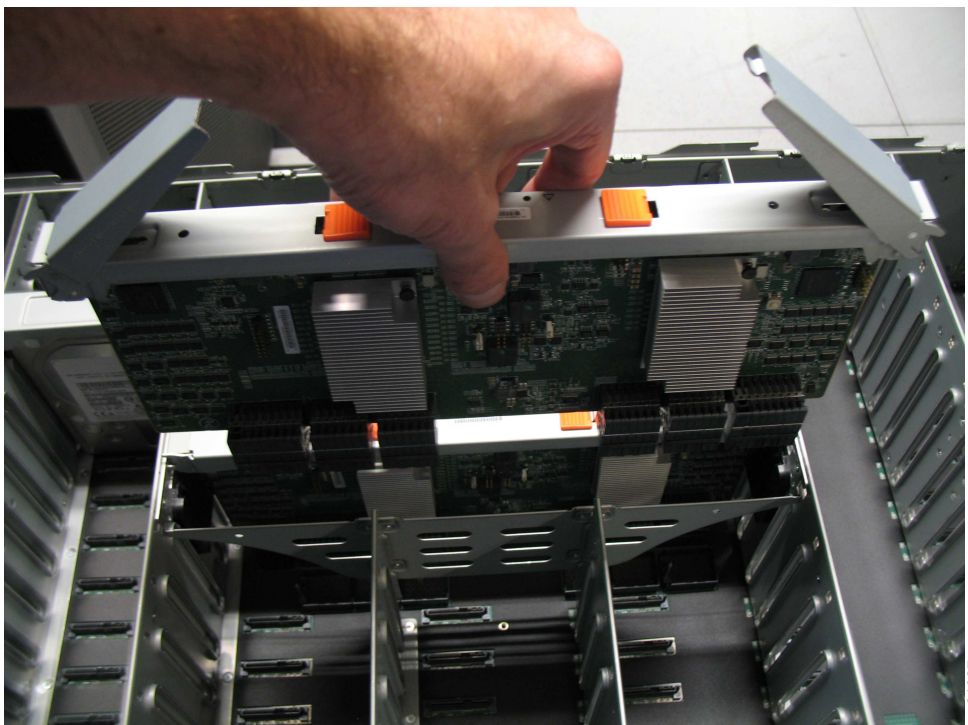

Figura 115. Remova o módulo do expensor secundário
4. Levante o módulo do expensor secundário cuidadosamente para fora do gabinete, conforme mostrado em Figura 115 na página 129.